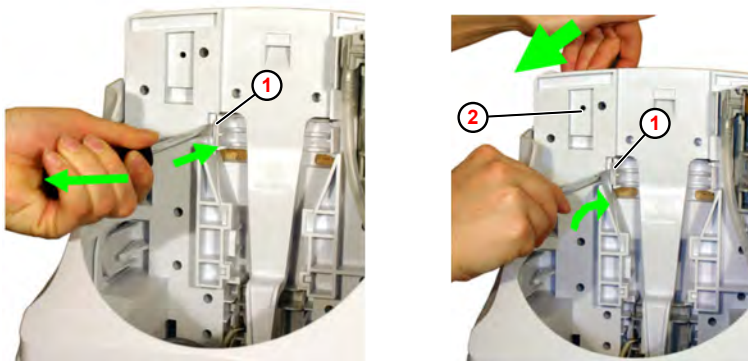

Abb. 19: Entnehmen aus der Halterung (Darstellung EcoPlus S)
1. ➤ Großen Schlitz-Schraubendreher (Abb. 19 , ①) (breite Klinge!) zwischen Schnapper und Geräterückwand ansetzen.
2. ➤ Schlitz-Schraubendreher drehen bis Schnapper öffnet und gleichzeitig das Gerät ② mit der anderen Hand nach vorne abziehen.